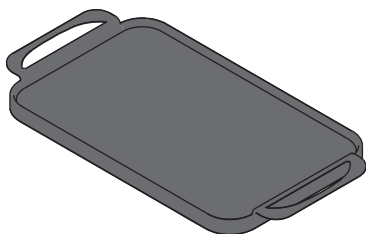

Figure 11 : Plaque à frire
Certains modèles comportent un élément de liaison pour l'utilisation des ustensiles de cuisson plus longs (comme les plaques à frire voir Figure 11) pour lier deux éléments de surface circulaires. Les icônes autour du bouton indiquent si l'élément rayonnant unique ou l'élément de liaison rayonnant et l'élément unique sont utilisés.
2. Pousser et tourner le bouton de commande sur le symbole de l'élément circulaire, ou sur le symbole de l'élément circulaire avec l'élément de liaison pour les ustensiles plus grands conçus pour la cuisson sur des éléments multiples (voir Figure 11).